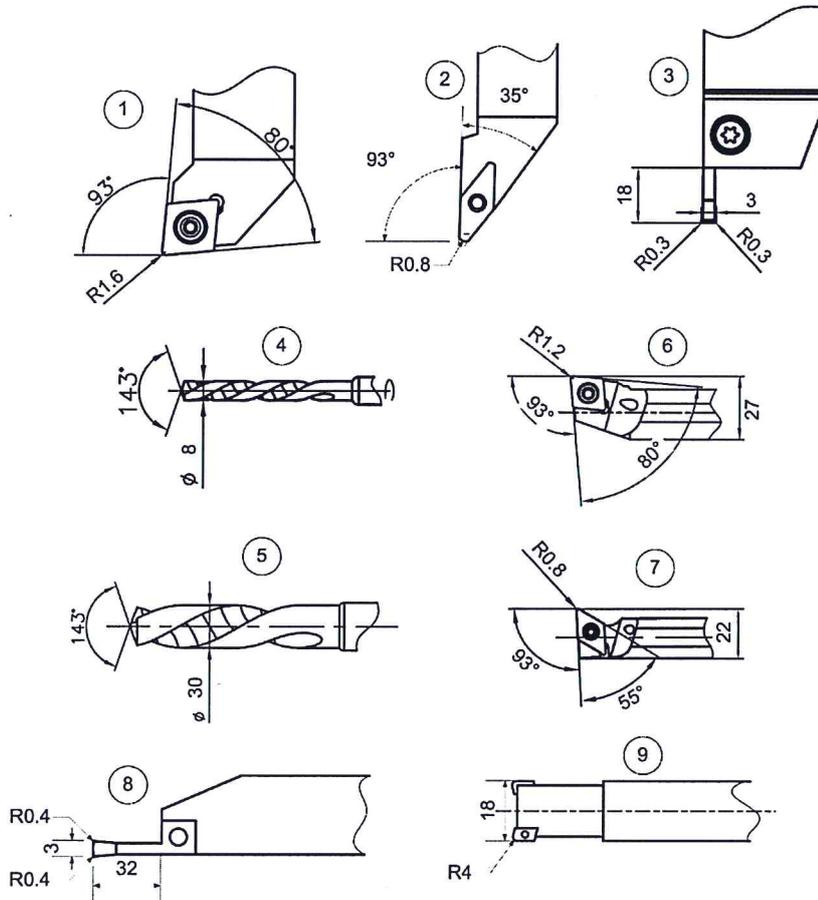

Figura 2. Utensili a disposizione per le lavorazioni ad asportazione di truciolo sul tornio multifunzionale CNC.
2. Ipotizzare che la puleggia venga prodotta per asportazione di truciolo a partire da una barra piena di sezione circolare di diametro 192 mm e lunghezza assiale 84. Si assuma che tali lavorazioni vengano eseguite su un tornio CNC multifunzionale ed una stozzatrice. Il tornio è dotato di un mandrino principale, un contromandrino e due torrette portautensili, che possono montare sia utensili "stazionari" per tornitura sia utensili "motorizzati" rotanti per fresatura/foratura, con estrema flessibilità. Per ciascuna fase, sottofase ed operazione il candidato evidenzi con semplici illustrazioni e descrizioni le superfici lavorate, gli utensili impiegati (scelti a partire dalla Tabella 1 – Figura 2) ed il sistema di fissaggio del pezzo. Qualora il candidato ritenga opportuno il ricorso ad altri utensili o attrezzature di fissaggio del pezzo non standard, si fornisca un disegno illustrativo di tali componenti.